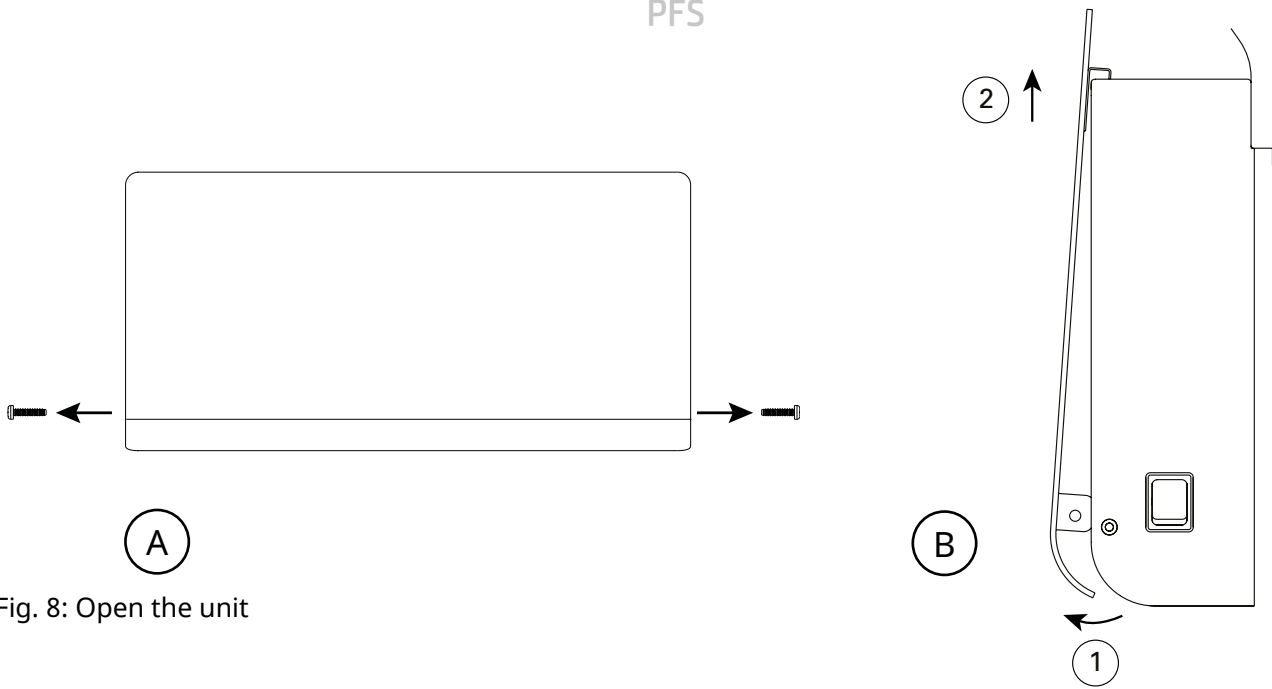

Fig. 8: Open the unit
2. Het front kan worden geopend door de schroeven in de kunststof eindkappen (2x) te verwijderen en het front aan de onderkant los te trekken en daarna omhoog te tillen. (Fig. 8)